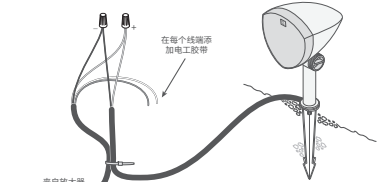

图 4
- 从离放大器最近的扬声器开始，根据下表剥去相应放大器通道的埋地线线切割端 3/4 英寸 (1.9 厘米) 的绝缘层，然后剥去相应扬声器尾纤末端的绝缘层。用电工胶带包裹所有未使用的线缆，以防受潮和短路 (见图 4)。
- 用扎带将直埋电缆连接到扬声器尾纤 (见图 4)。